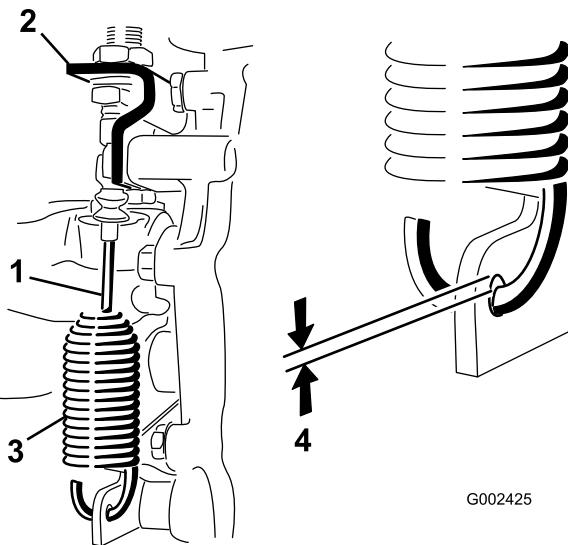

Рисунок 53
- Ослабьте гайки, которые крепят тросик блокировки дифференциала к кронштейну на трансмиссии (Рисунок 53).